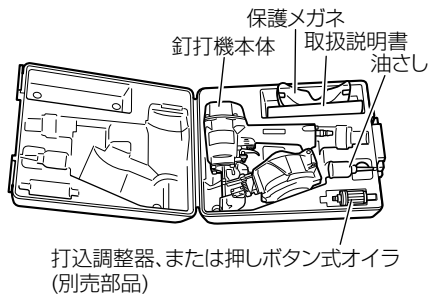

図 18
- 作業後は内部にごみやほこりが入らないよう、ダストキャップをエアプラグにさし込み、ケースに入れて保管してください。(図 18)